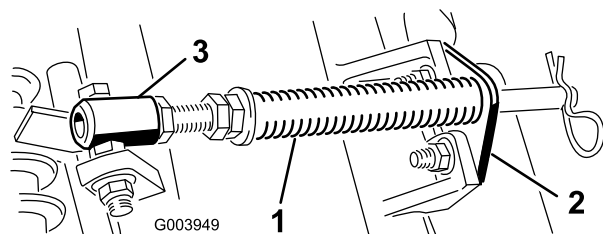

Bild 5
- A. Nehmen Sie die zwei Schlossschrauben und Muttern ab, mit denen die Stangenhalterung an den Nasen der Schneideinheit befestigt ist (Bild 5).
- B. Nehmen Sie die Bundmutter ab, mit denen die Schraube des Federrohrs an der Trägerrahmenlasche befestigt ist (Bild 5). Nehmen Sie das Bauteil ab.